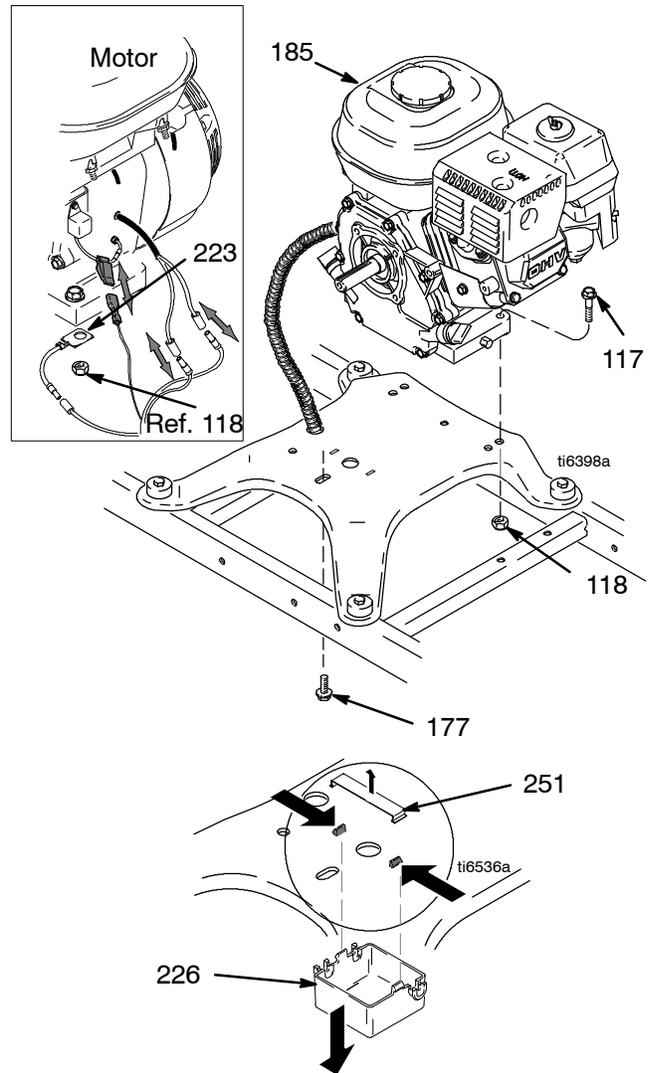

Fig. 12
2. Fig. 12. Retire a patilha (251) e a caixa de derivação (226).
13. Fig. 12. Instale a caixa de derivação (226) com a patilha (251).
4. Fig. 12. Retire o parafuso (177). Retire os dois parafusos (117), as anilhas de segurança (118) e o condutor de ligação à terra (230, 260) da base do motor (185).
2. Fig. 12. Instale os dois parafusos (117) e o condutor de ligação à terra (223, 260) na base do motor e fixe-os com as contraporcas (118). Utilize um binário de aperto entre 20 a 30 pés-lbs.